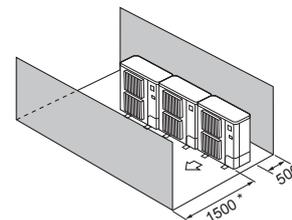

Fig. 2-11
- ④ Obstáculos apenas na parte de trás e de trás (Fig. 2-11)